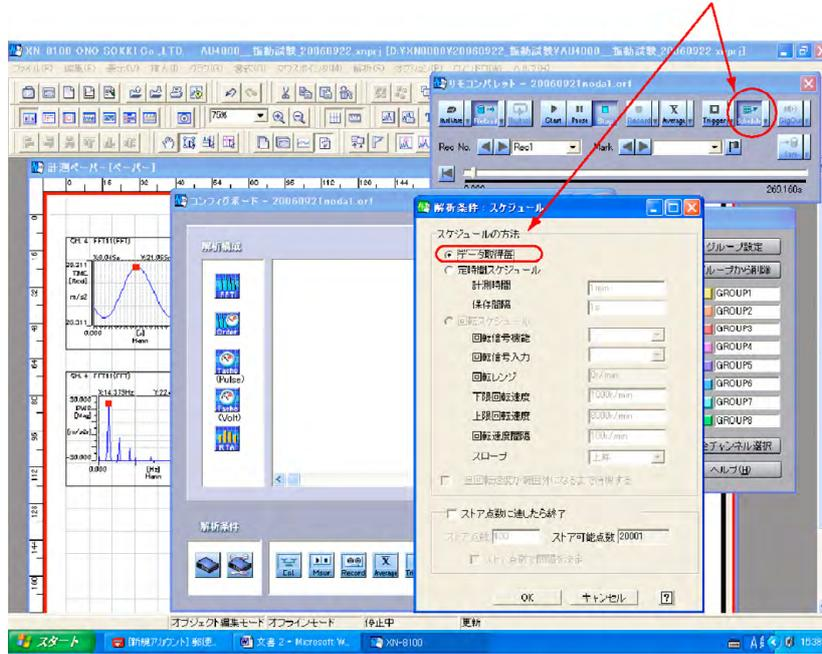

図 2
4. リモコンパレットの【Schedule】ボタンをクリックすると、〔スケジュール〕ダイアログが開きます（図 2）。
5. 「〔スケジュール〕ダイアログ データ取得毎」をクリックしチェックを入れ、OK ボタンをクリックします（図 2）。